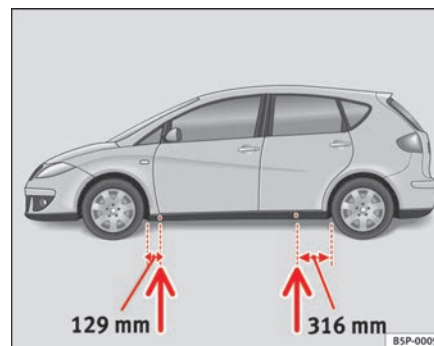

Abb. 176 Aufnahme-
- Suchen Sie den Aufnahmepunkt am Unterholm, der dem zu wechselnden Rad am nächsten liegt ⇒ Seite 248, Abb. 176.
Am Unterholm kennzeichnen jeweils vorn und hinten Eindrückungen die Stellen, an denen der Wagenheber angesetzt werden darf ⇒ Seite 248, Abb. 176. An jedem Rad ist eine Stelle für den Wagenheber vorgesehen. An anderen Stellen darf der Wagenheber nicht angesetzt werden.